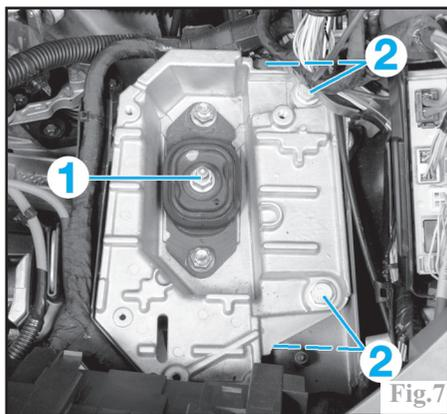

Fig.7
- l'écrou central (1) du support de boîte (Fig.7).
- les vis de fixation du support de boîte sur le longeron (2) et le dégager.